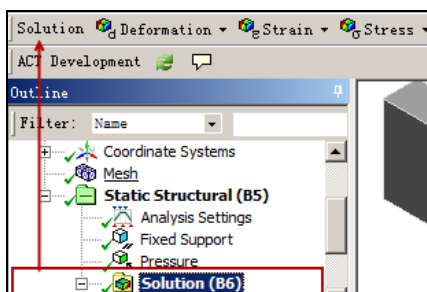

图 1-46 Solution 工具栏
- 步骤 01** 选择 Mechanical 界面左侧 Outline (分析树) 中的 Solution (B6) 选项, 此时会出现如图 1-46 所示的 Solution 工具栏。